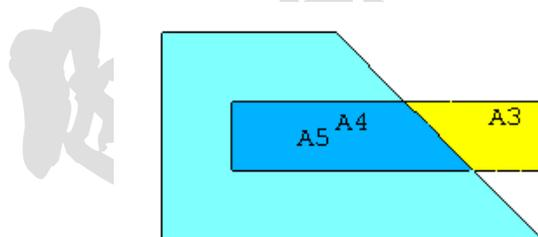

图11.31 布尔运算得到的面
(12) 单击 Main Menu>Preprocessor>Modeling>Operate>Booleans>Overlap>Areas 菜单，弹出图形拾取对话框，单击对话框中的【PICK ALL】按钮，得到如图 11.31 所示的三个面。